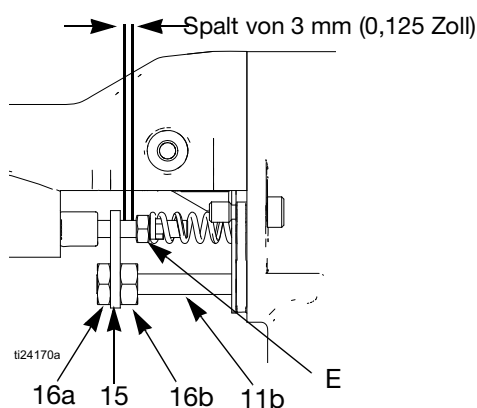

ABB. 23. Einstellung des Stellglieds
2. Die Luftkappe ausbauen, Seite 30. Entfernen Sie das Pistolenabdeckblech (26).
3. Gegenmutter (16), Stellglied (15) und Einstellmutter (16) entfernen. Siehe ABB. 23.
Siehe ABB. 23.
4. Die Gegenmuttern (16a) und das Stellglied (15) entfernen. Siehe ABB. 23.